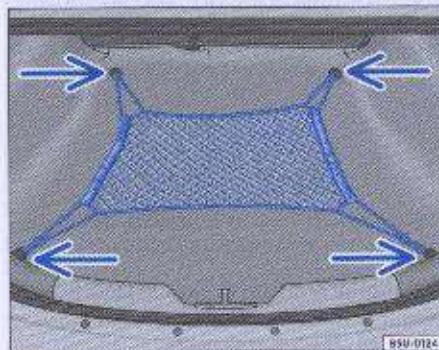

Fig. 91 Red en el maletero: fijadores
- Sujete los ojales de la red³⁶⁾ en los tiradores → fig. 91 existentes en el maletero.